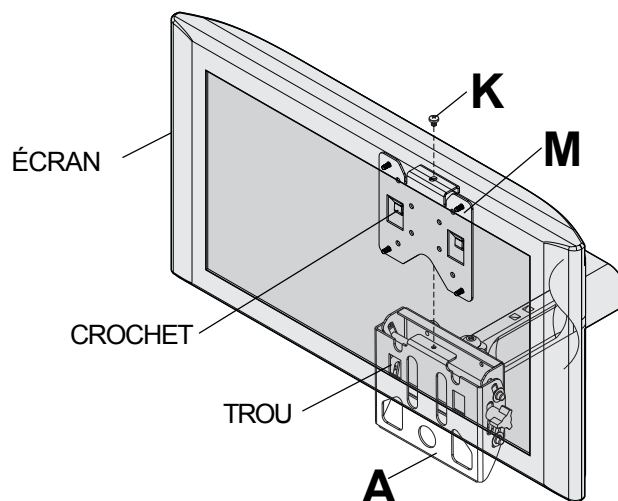
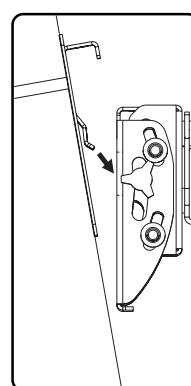
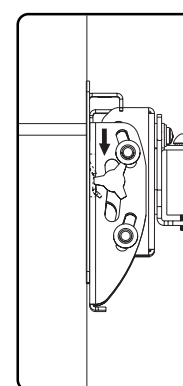

fig. 3.3
fig. 3.1
fig. 3.2
- 3** Pour fixer l'écran au support mural (**A**), abaissez le support d'accrochage (**M**), avec l'écran incliné, dans les trous du support mural comme illustré à la figure 3.1. Lorsque les crochets sont bien engagés, poussez vers le bas pour les enfoncer dans les trous comme illustré à la figure 3.2. Insérez la vis Phillips M5 et serrez-la (**K**) pour fixer l'écran au support mural comme illustré à la figure 3.3.